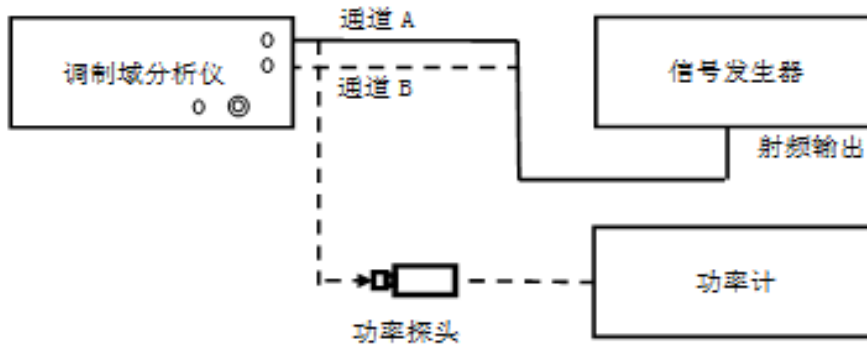

图 8.4 连接示意图 4
- 如图 8.4 所示连接测试仪器，将信号发生器连接到功率计，设置信号发生器：频率 50MHz，功率 -22dBm，射频输出开；调整信号源功率，使功率计读数为-22dBm；再将信号源连接到调制域分析仪通道 A 或通道 B；
- a) 如图 8.4 所示将信号发生器连接到功率计，设置信号发生器：频率 15GHz，功率 -22dBm，射频输出开；调整信号源功率，使功率计读数为-22dBm；再将信号源连接到调制域分析仪 C 通道；